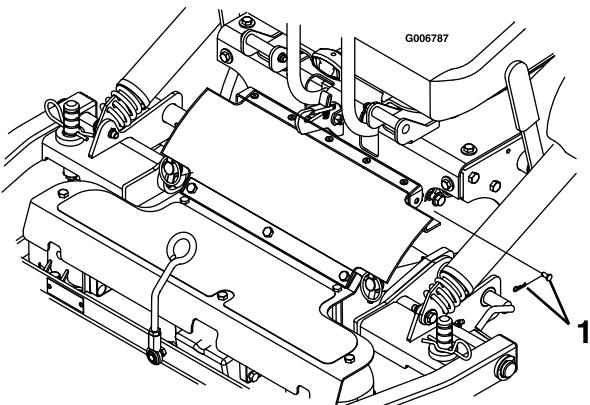

Figura 21
3. Retire los pasadores de horquilla y las chavetas de ambos lados del protector de la TDF (Figura 21).